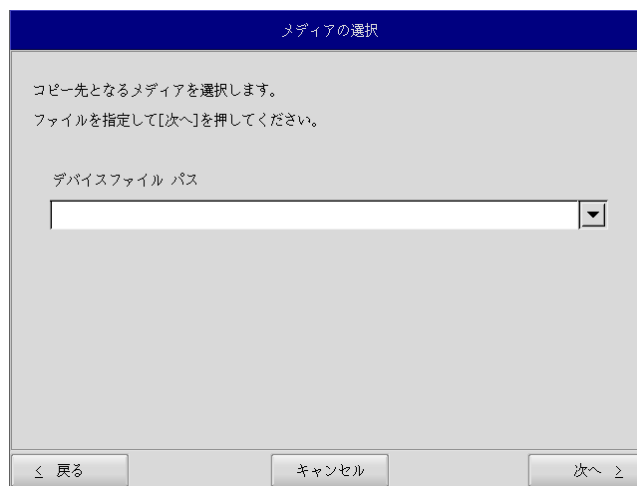

図 5-2-4-2. メディア選択画面
- ⑥ メディアとパーティション選択画面(図 5-2-4-3)が表示されます。あらかじめ用意しておいた保存用 USB を本体に接続し、[メディア情報更新]ボタンを押してください。保存用 USB のパーティションを選択し、[次へ]ボタンを押します。